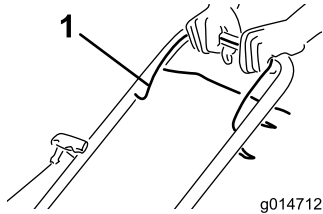

Bild 15
1. Drücken Sie den Schaltbügel (Bild 15) gegen den Holm.